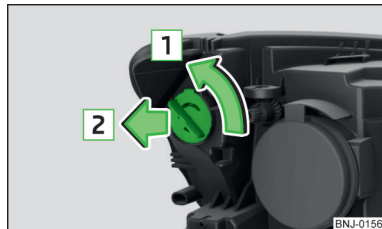

Fig. 298
- » Girar el portalámparas con la bombilla en el sentido de la flecha **1** » fig. 298.